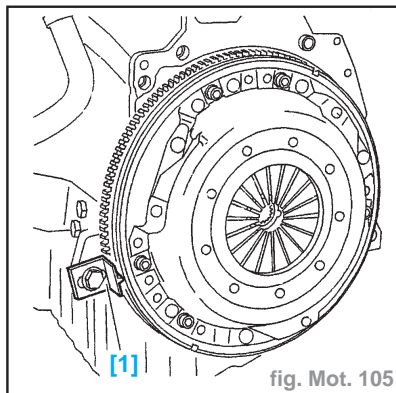

fig. Mot. 105
- Mettre en place l'outil [1] (-).0188-F (fig. Mot. 105).